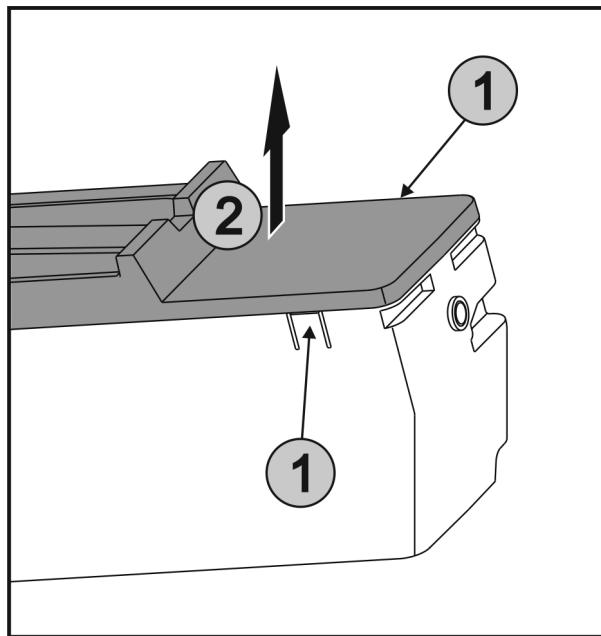

Fig. 38
- Stlačte západky Fig. 38 (1) na obou stranách EasyTwist-Ice současně a sejměte kryt Fig. 38 (2) směrem nahoru.